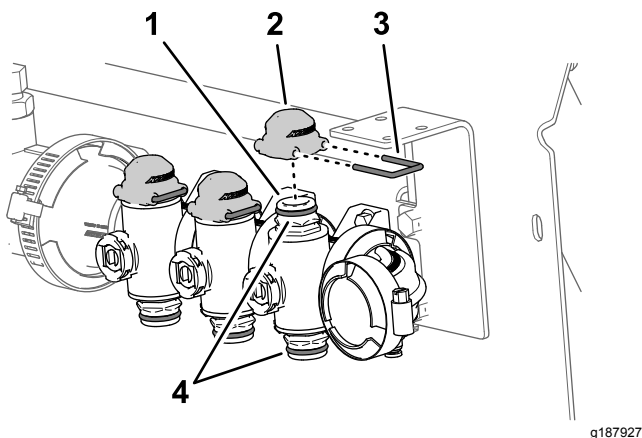

Рисунок 50
5. Смажьте верхнее и нижнее уплотнительные кольца быстроразъемных соединителей коллекторного клапана, используя консистентную смазку, поставляемую вместе с крышкой быстроразъемного соединителя (Рисунок 50).
- Установите три крышки на три быстроразъемных соединителя на коллекторных клапанах (Рисунок 50).
- Прикрепите три крышки к трем быстроразъемным соединителям с помощью трех держателей (Рисунок 50).